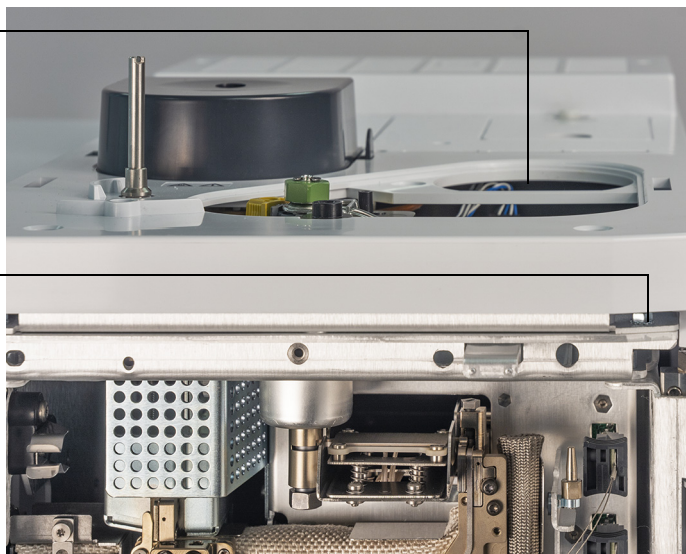

Figura 12. Tampa do injetor do GC e placa de acesso dos parafusos de compressão
- 6 Remova a tampa do injetor. (Consulte **Figura 12.**)